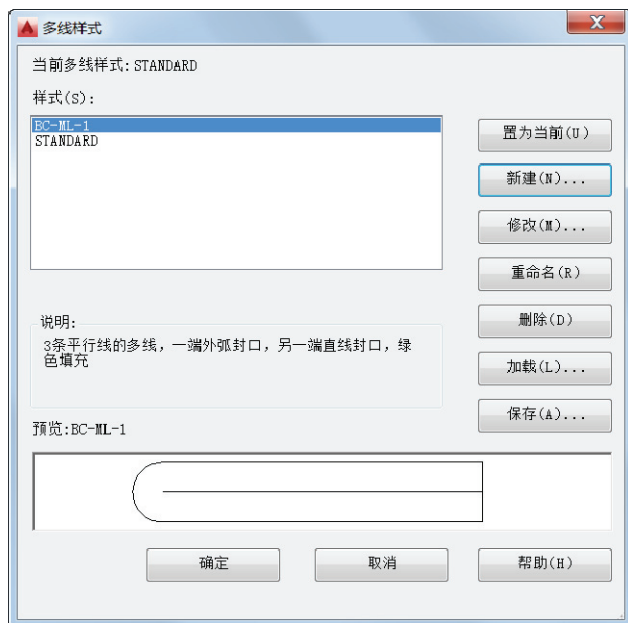

图 2-47 “多线样式”对话框
9) 单击“新建多线样式”对话框中的“确定”按钮,返回到“多线样式”对话框。此时的“多线样式”对话框如图2-47所示。